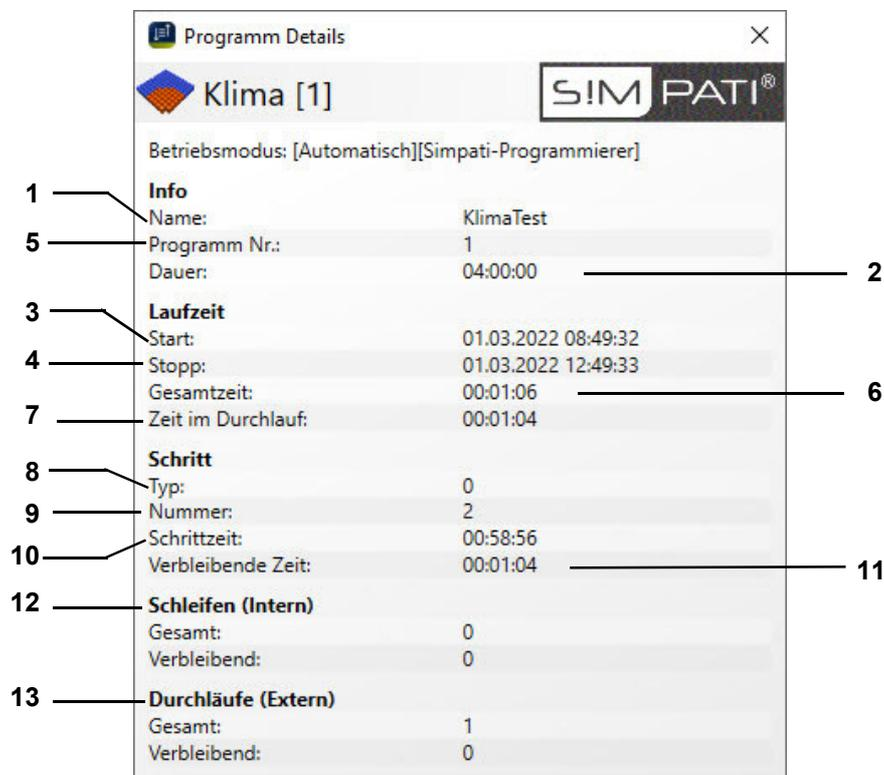

Abb. 10-4 Info-Fenster zum Automatik-/Programmbetrieb
- 11 Im Automatik-/Programmbetrieb steht Ihnen ein Menüfenster mit Prüfprogramm-Informationen zur Verfügung → *Abb. 10-4 »Info-Fenster zum Automatik-/Programmbetrieb«* (Seite 90).